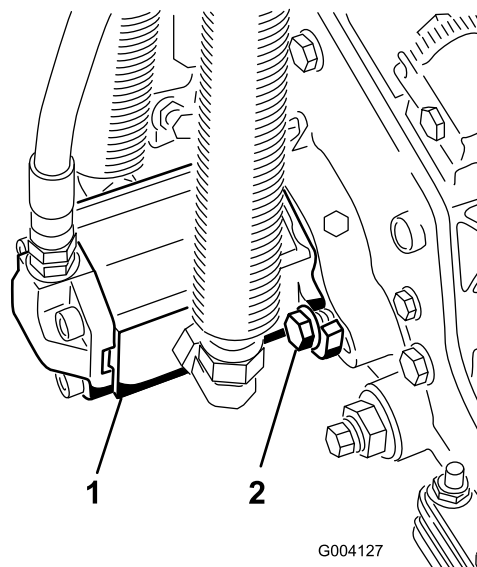

**Figura 19**
14. Sujete la cadena del brazo de elevación al soporte de la cadena con el pasador de seguridad (Figura 19).